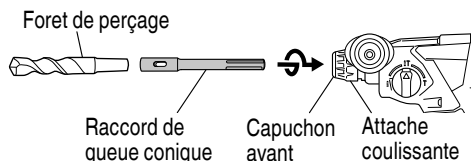
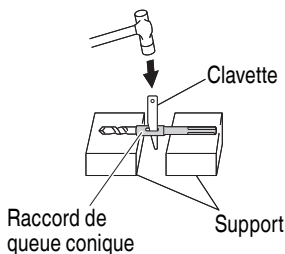

Fig. 27
Fig. 28
- (1) Monter le raccord de queue conique sur le perforateur percussion (Fig. 27)
- (2) Fixer la mèche (queue conique) sur la raccord de queue conique. (Fig. 27)
- (3) Mettre l'interrupteur sur la position de marche (ON) et percer un trou de la profondeur voulue.
- (4) Pour retirer le foret de perçage (queue conique), introduire la clavette dans la fente du raccord de queue conique et frapper la tête de la clavette avec un marteau s'appuyant sur le reste (Fig. 28).